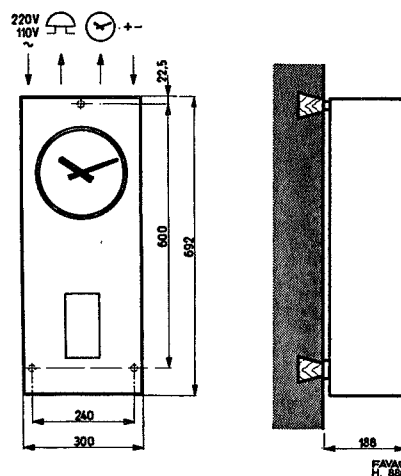

Fig. 2
- 1.3. Fixer l'horloge-mère contre la paroi, préalablement munie des tampons nécessaires au moyen de la vis supérieure (Fig. 2)
- 2.2. Dévisser la vis de serrage du fil rouge « c » (fig. 2) de la batterie et relier ce même fil rouge « c » à la borne + de l'ampèremètre.
- 3.2. Dévisser la vis de serrage du fil rouge « c » (fig. 2) de la batterie et relier ce même fil rouge « c » à la borne — de l'ampèremètre.
4.2. Accumulateurs étanches 2,7 Ah (fig. 2) $I_c = \frac{I_d}{40} + 17 \text{ mA}$